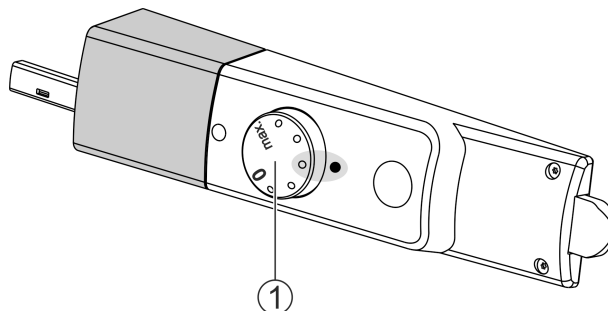

Fig. 2
- ▶ Temperatuurregelaar *Fig. 2 (1)* naar rechts van stand 0 naar stand 3 draaien.
- ▶ Temperatuurregelaar *Fig. 2 (1)* draaien.